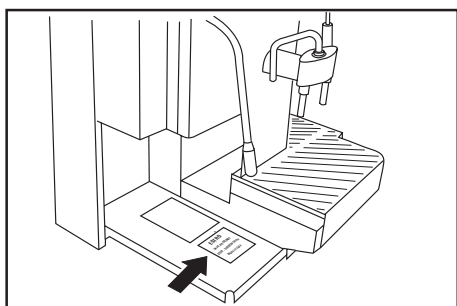

Fig. 1
- Die Maschine ist an ein passendes Stromnetz anzuschliessen. Die technischen Daten sind dem Typenschild unter der Satzschublade zu entnehmen (Abb.1).